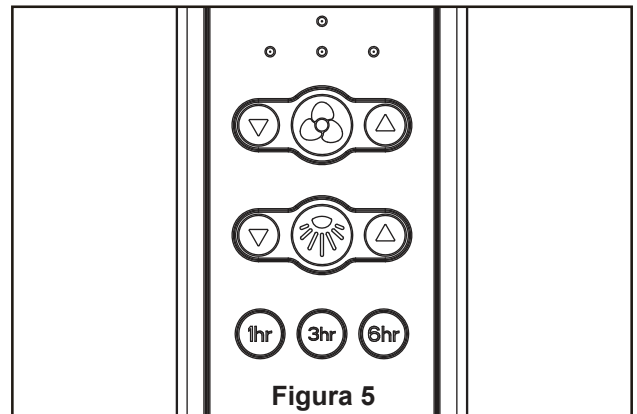

Figura 5
4. Una vez realizadas las conexiones, los cables deben ser colocados de forma extendida poniendo el conductor de la toma de tierra y el conductor de toma de tierra del equipo a un lado de la caja, colocando el conductor sin toma de tierra en el otro lado de la caja. gire los conductores hacia arriba y, con cuidado, colóquelos dentro de la caja de salida; con los conductores blancos y verdes hacia un lado y los conductores negros hacia el otro. (Figura 5)
5. Instale el ensamble de la placa del portalámpara en la unidad del motor utilizando las dos ranuras principales. Coloque el tercer tornillo y asegure los tres tornillos. (Figura 5)
5. Funciones del control remoto: (Figura 5)